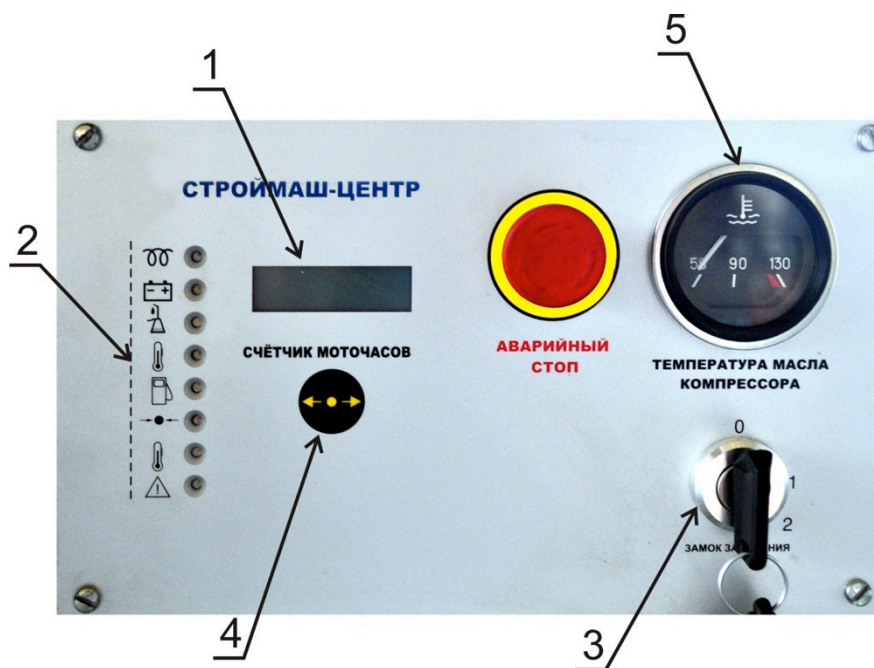

Рисунок 6 – панель управления
7.5 Система управления представлена в виде панели управления (рисунок 6), на панели которого расположены органы контроля и управления.